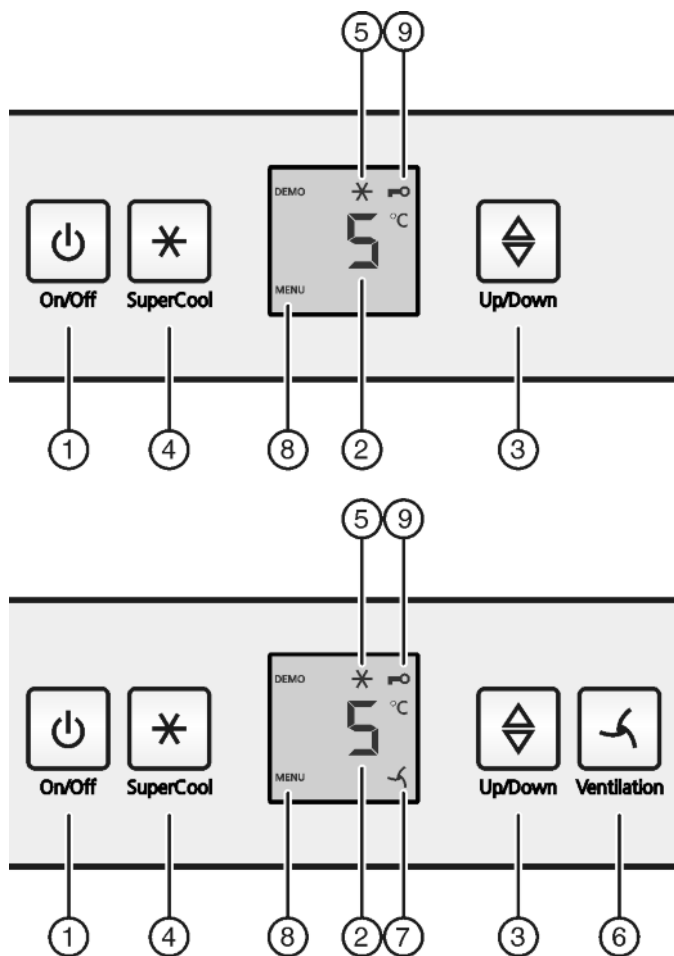

Fig. 2
- ▶ Stlačte tlačidlo On/Off Fig. 2 (1).
- ▶ Tlačidlo SuperCool Fig. 2 (4) stlačte na cca 5 sekúnd.
- ▷ Na indikátore sa zobrazí symbol Menu Fig. 2 (8).
- ▶ Tlačidlom SuperCool Fig. 2 (4) krátko potvrdte.
- ▷ Na indikátore svieti symbol detskej poistky Fig. 2 (9).
- ▶ Krátko stlačte tlačidlo On/Off Fig. 2 (1).
- ▶ Vyzvanie funkcie teploty: Stlačte nastavovacie tlačidlo *Fig. 2 (3)*.
- ▶ Zmena teploty v krokoch po 1 °C: Nastavovacie tlačidlo *Fig. 2 (3)* stláčajte tak často, kým sa na indikátore teploty rozsvieti požadovaná teplota.
- ▶ Tlačidlo SuperCool *Fig. 2 (4)* krátko stlačte.
- ▷ Symbol SuperCool *Fig. 2 (5)* svieti na indikátore.
- ▷ Symbol SuperCool *Fig. 2 (5)* na indikátore zhasne.